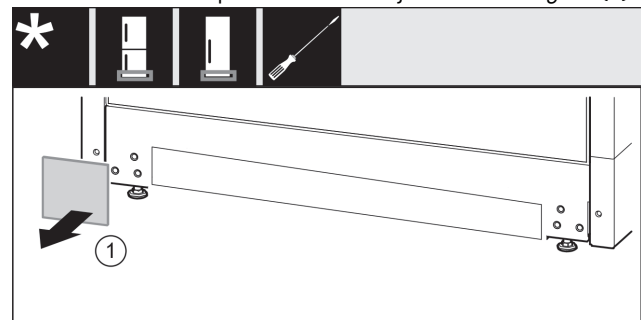

Fig. 15
- ▶ Odoberte kryt. Fig. 15 (1)